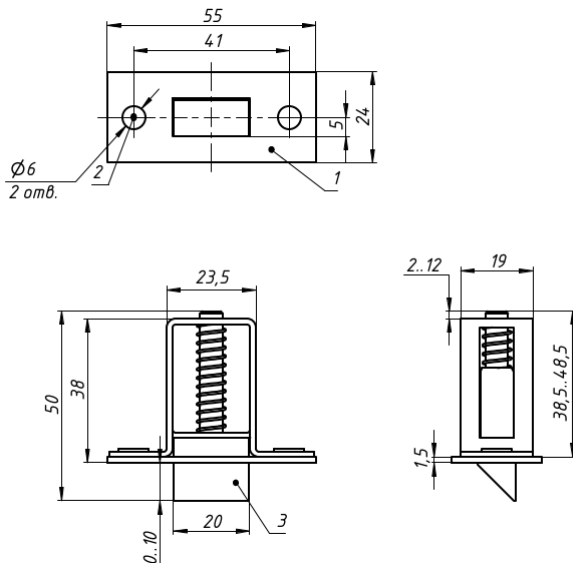

Рис.2 Габаритные и установочные размеры защелки
- 1) Разметить места крепежных отверстий (2) защелки, просверлить сверлом Ø2 мм.
- 2) Приложить защелку лицевой пластиной (1) к выполненным в п.1 отверстиям и разметить контур лицевой части защелки и корпуса.
- 3) Выполнить отверстие для установки корпуса глубиной не менее 50 мм (рис.2).
- 4) Если необходимо, выполнить обнижение для лицевой пластины (1).